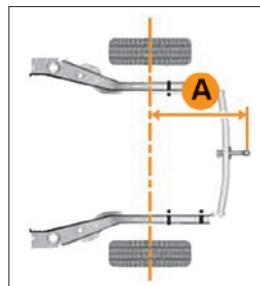

Рис. 5.17.1. Схема размещения ТСУ
- выдержать расстояние А (рис. 5.17.1) от оси задних колес до центра шаровой опоры по оси 995...1065 мм;